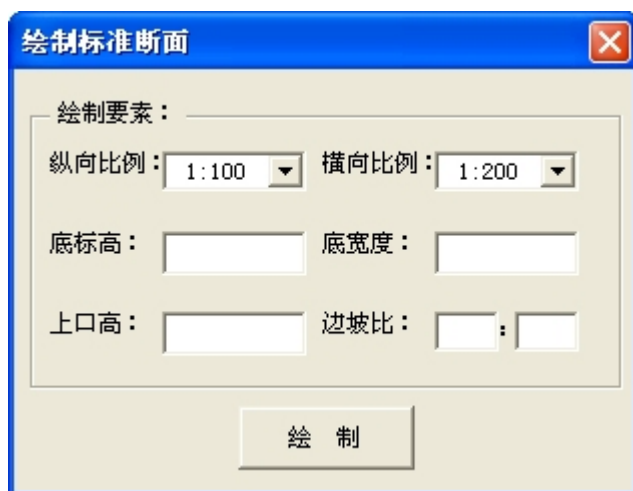

图 6-2
- 1、 点击 CAD2004 主窗体下的【土方计算】【生成标准断面】，出现如图 6-2 所示窗体；